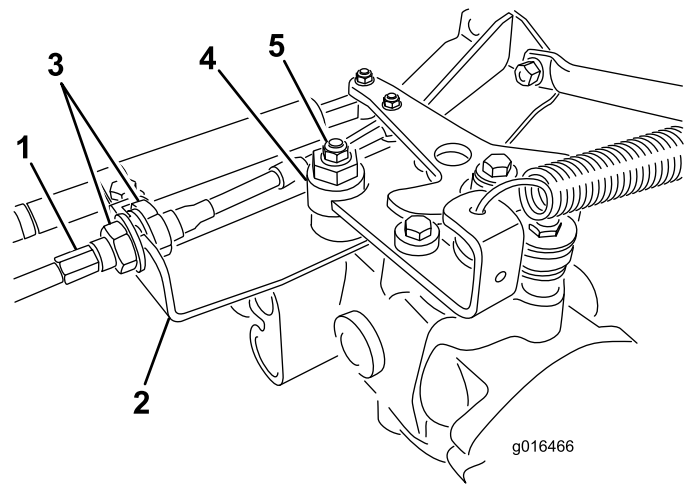

图40
- A. 松开将驱动控制拉线固定至静液压装置隔板上的两个锁紧螺母（图40）。确保锁紧螺母的松动程度相同，并足以进行调节。
注意：松开将偏心螺栓固定到静液压泵顶部的螺母（图40）。
- E. 当轮子停止旋转时、旋紧螺母、锁定偏心螺栓和调整（图40）。
- G. 从隔板的两侧，均匀拧紧锁紧螺母，将驱动拉线固定到隔板上（图40）。切勿让拉线缠绕在一起。